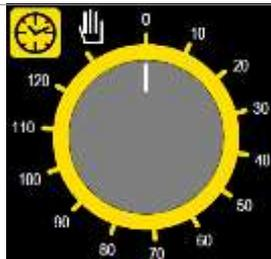

Fig. 1
**Programmation du temps de cuisson** - Mettre le bouton du programmeur (Fig. 1) sur le symbole  (fonctionnement continu) ou sur le temps voulu pour la cuisson (jusqu'à 120 minutes) pour allumer le four ; le four s'éteint automatiquement en fin de cuisson dans le second cas, - Et du signal acoustique du programmeur. Pour arrêter le signal acoustique pousser la poignée du programmeur. Avant de tourner la poignée du programmeur prêt du symbole  vérifier que la même soit pressé.